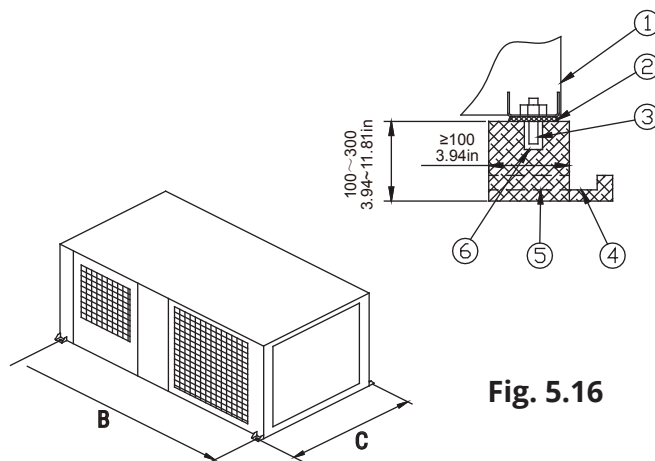

Fig. 5.16
- Construire des fondations en béton conformément aux spécifications des unités extérieures. (Reportez-vous à la **Fig. 5-16** à la page suivante)